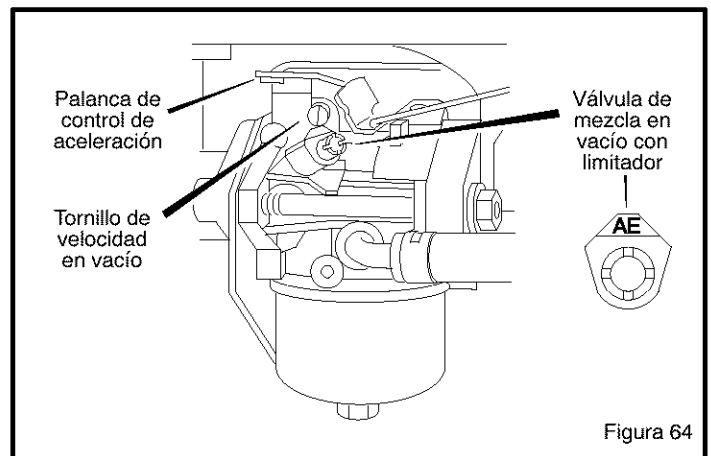

Figura 64
3. Gire la **palanca de control de aceleración** del carburador contra el **tornillo velocidad en vacío** y manténgalo así (Figura 64). Luego, gire el **tornillo velocidad en vacío** para obtener 1750 rpm (use un tacómetro).